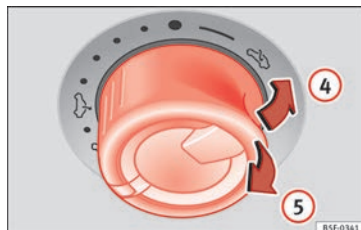

Fig. 12 Nel tettuccio interno: premere o tirare il comando per sollevare il tettuccio e chiuderlo.
- Ribaltamento all'indietro: girare la manopola sulla posizione » » fig. 12 ④. Per ottenere una posizione intermedia, mantenere la manopola attiva fino alla posizione desiderata.
- Abbassare: girare la manopola sulla posizione » » fig. 12 ⑤. Per ottenere una posizione intermedia, mantenere la manopola attiva fino alla posizione desiderata.